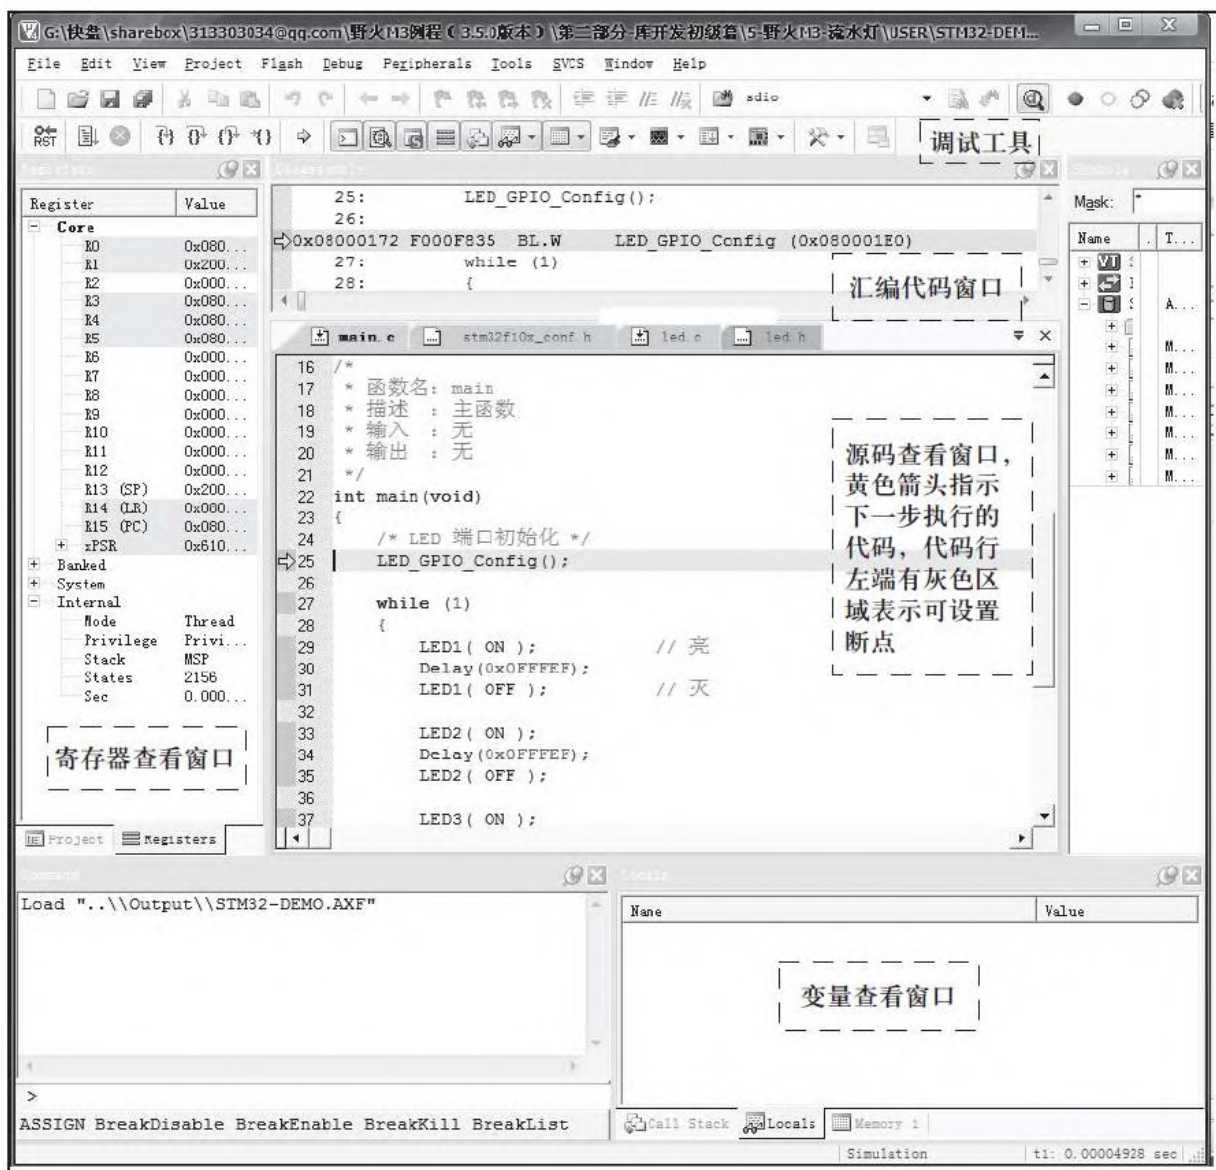

图 5-3 调试界面
3) 点击Debug  按钮，开始调试，弹出了调试界面，见图5-3。